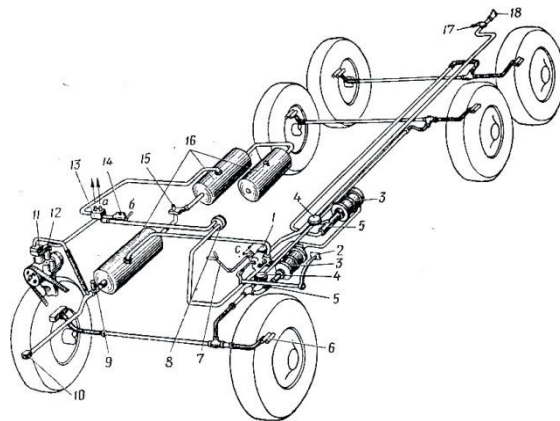

Рис. 11. Схема пневмогідравлічного приводу гальм автомобіля
*Принцип роботи гальмівної системи з пневмогідравлічним приводом.* При гальмуванні гальмівна рідина, що діє через циліндри 6 (рис.11) на гальмівні колодки, подається з головних гальмівних циліндрів 5 під дією пневмопідсилювачів 3. Стиснуте повітря поступає в пневмопідсилювачі від компресора 11 через повітряні балони 16 і гальмівний кран 1. З метою